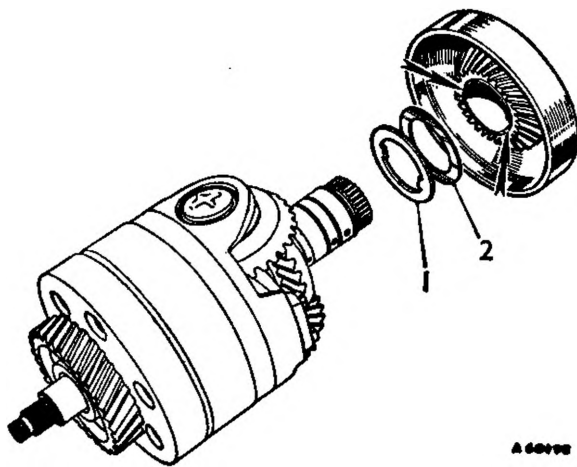

Fig. Fa. 46
4. Togliere il membro distanziatore di 3a la rondella e spessore eventuali (vedi Fig. Fa. 46).